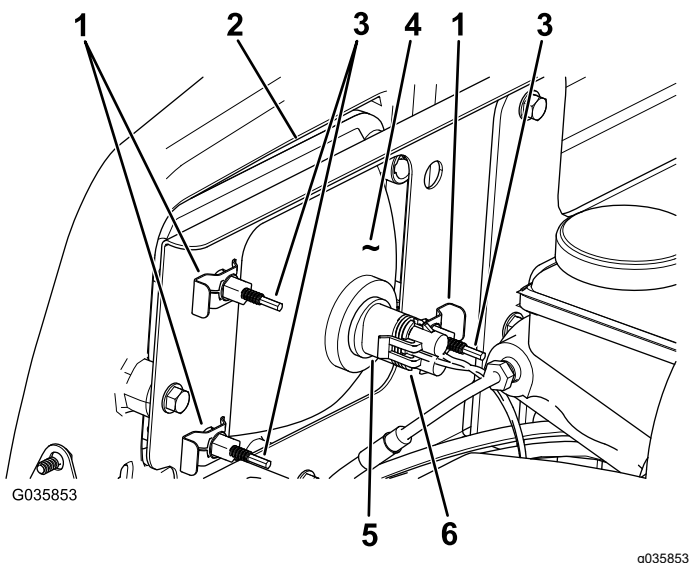

Figura 50
8. Conecte el conector eléctrico del arnés de cables al conector del conjunto de la lámpara (Figura 50).
3. Desconecte el conector eléctrico del arnés de cables del conector del conjunto de la lámpara (Figura 50).
4. Retire los conectores rápidos que sujetan el faro al soporte del faro (Figura 50).
5. Retire el faro desplazándolo hacia adelante y pasándolo por el hueco del parachoques delantero (Figura 50).
6. Introduzca el faro nuevo a través del hueco del parachoques (Figura 50).
2. En la parte trasera del faro, gire los tornillos de ajuste (Figura 50) para pivotar el conjunto y ajustar de la posición del haz de luz.